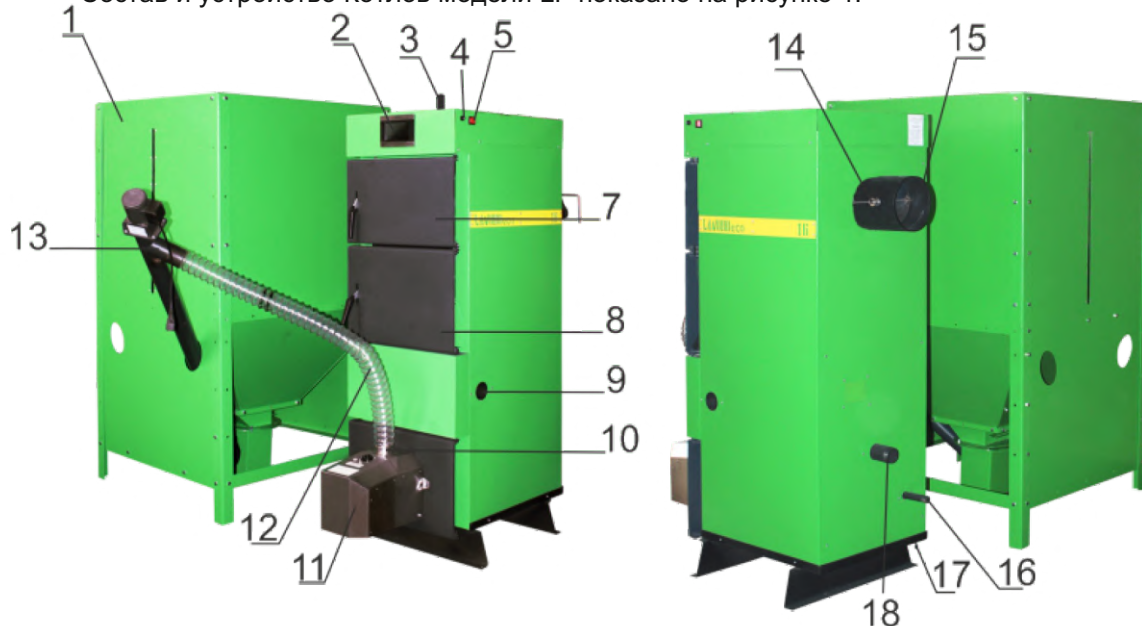

Рисунок 1 – Состав и устройство Котлов моделей LF16-102
10. Котел (рис.1) представляет собой стальной сварной теплоизолированный каркас, обшитый снаружи съемной декоративной облицовкой, и устанавливаемый на собственных опорах. Внутреннее пространство имеет сложную конфигурацию, включает в своем составе трубчатый теплообменник, предназначенный для циркулирования теплоносителя, листовые детали, образующие вместе со стенками каркаса камеру сжигания, воздухоподводящие каналы, систему дымоудаления из Котла (15). Внутри каркаса в нижней части расположены устройства: колосниковая решетка для размещения топлива (при работе на резервном топливе) и зольный ящик для сбора и удаления золы. Снаружи Котел имеет дверцы и окошки для обслуживания Котла (7,8), патрубки для подсоединения к трубопроводам водяного контура системы отопления (3, 18), патрубок для опорожнения теплообменника (16). В нижней части котла в нижнюю дверцу вмонтирована Горелка (11) выбранной мощности, которая соединяется через механический пожарный клапан (10) гибким гофрированным шлангом (12) с бункером для пеллет (1), откуда внешним питателем (13) пеллеты подаются в Горелку. Автоматика входящая в комплект, включается кнопкой (5), расположенной на правой боковой части Котла, рядом с ней располагается предохранитель (4).